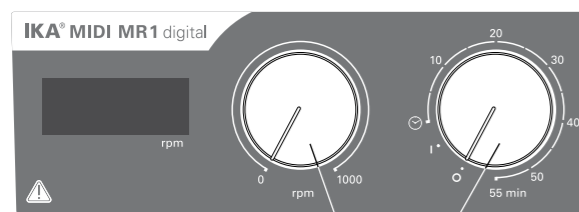

Fig. 3 C B
- ☞ Kad įjungtumėte prietaisą, sukite pasukamuosius mygtukus „**Įjungti / išjungti**“ ir „**Laikmatis**“ (B, žr. Fig. 3) pagal laikrodžio rodyklę į padėtį „1“.
- ☞ Kad išjungtumėte prietaisą, sukite pasukamuosius mygtukus „**Įjungti / išjungti**“ ir „**Laikmatis**“ (B) į padėtį „0“.
- ☞ Kad įjungtumėte prietaisą, sukite pasukamuosius mygtukus „**Įjungti / išjungti**“ ir „**Laikmatis**“ (B) pagal laikrodžio rodyklę už padėties „☺“.
- ☞ Nustatykite variklio apskukas reguliavimo mygtuku „**Apsukos**“ (C, žr. Fig. 3). **MIDI MR 1 digital** galima nustatyti variklio apskukas nuo 0 iki 1000 rpm, o **MAXI MR 1 digital** – nuo 0 iki 600 rpm.